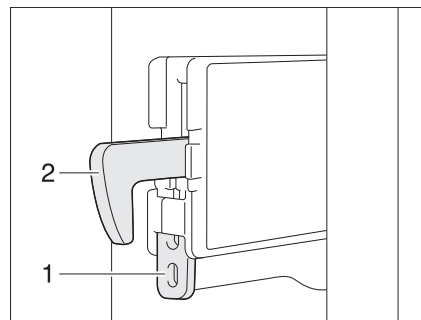

Fig. 209 Fixation crochet de verrouillage
- Pousser la fixation (Fig. 209,1) vers le haut. Le crochet de verrouillage (Fig. 209,2) est pressé vers le haut, il est mis hors fonction.
- Appuyer vers le bas sur le crochet de verrouillage (Fig. 209,2). Le crochet de verrouillage est de nouveau en fonction.